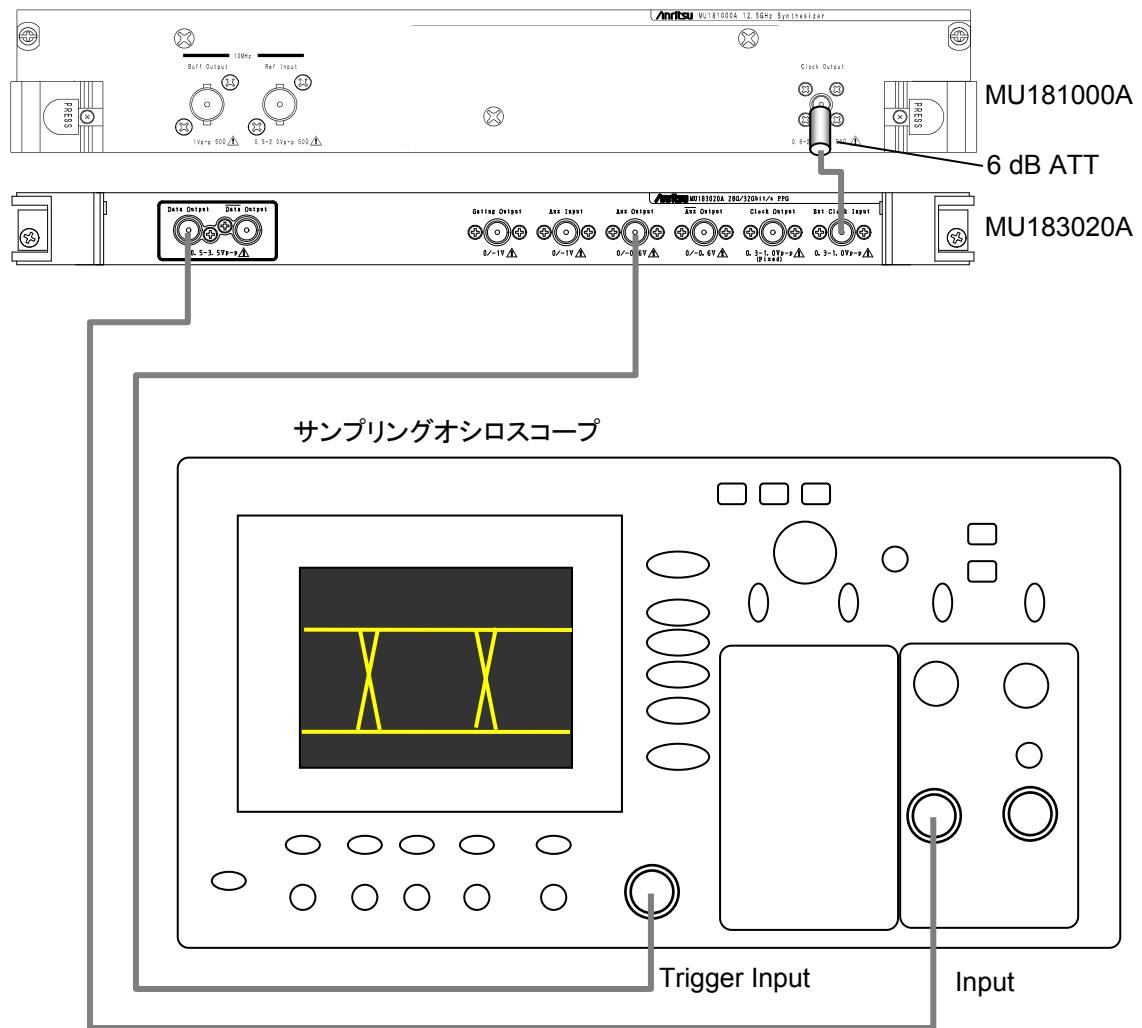

図8.3.2-1 波形試験の接続図
6. 図8.3.2-1 に従って, 測定器のケーブルを接続します。